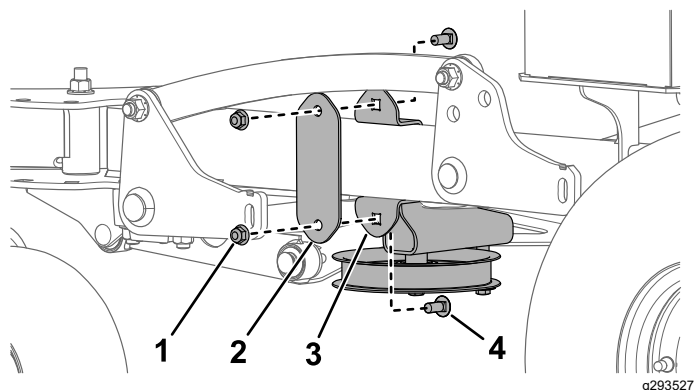

Figure 6
3. Fixez la patte de montage sur le tube gauche du cadre de la machine, entre les plaques qui sont soudées sur le tube, à l'aide de la plaque, 2 boulons de carrosserie et 2 écrous (Figure 6). Serrez les boulons à un couple de 37 à 45 N·m (27 à 33 pi-lb).